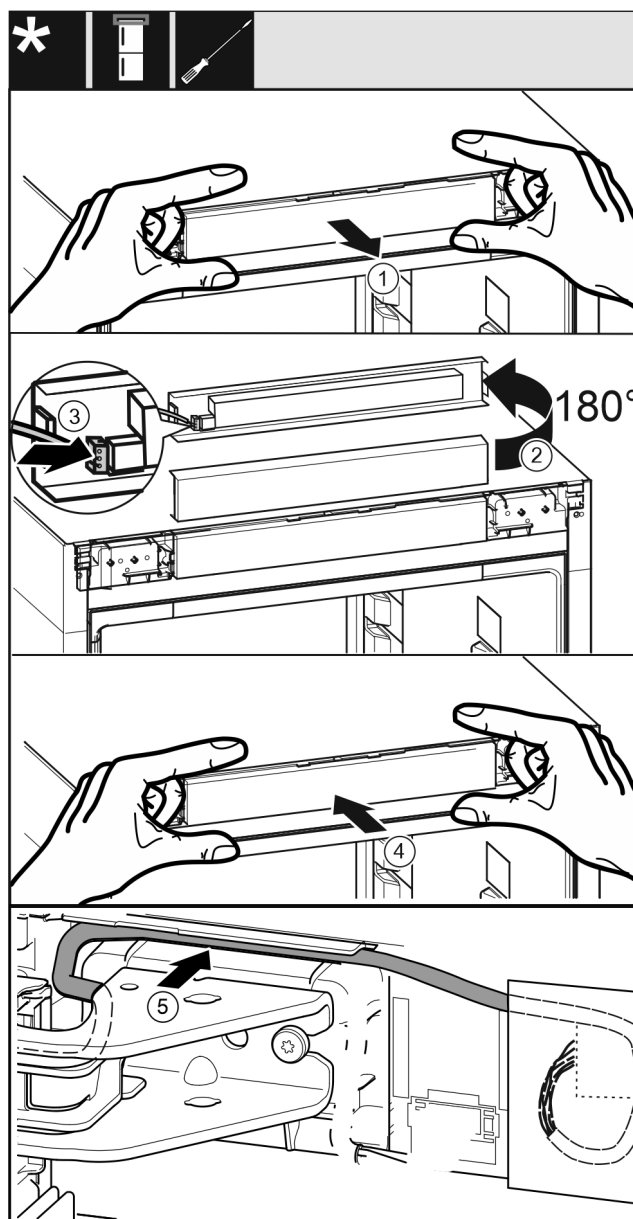

Fig. 38
- Opatrně vyjměte panel Fig. 38 (1).
- ▶ Panel Fig. 38 (2) otočte nahoru o 180°.
- ▶ Zástrčka Fig. 38 (3) zacvakne do panelu.
- ▶ Nasadte panel Fig. 38 (4) zpět na spotřebič.
- ▶ Kabel Fig. 38 (5) opatrně položte ve vedení nad horním stojanem ložiska.